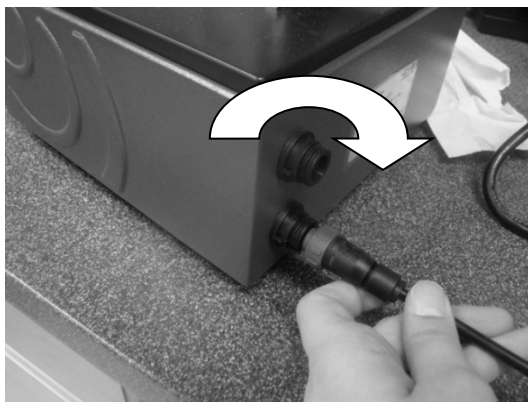

図1：電源コードの接続
- 1 付属の電源コードを5500シリーズFTIRシステムの裏面左下にある電源コネクタに挿入します（図1を参照）。